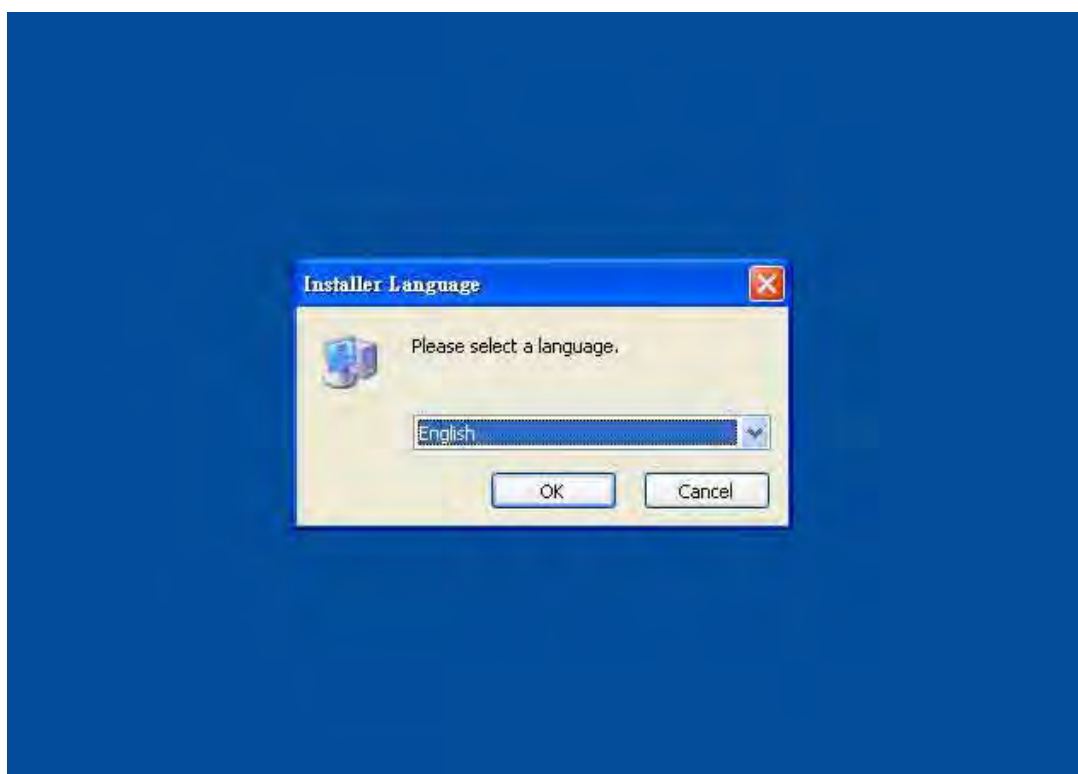

Fig. 3-1-2 Selecione o idioma
Passo 2: Execute **setup.exe** na barra de tarefas do Windows clicando em “**Iniciar**” > “**Executar**”. Após pressionar **OK**, o sistema irá iniciar automaticamente a instalação e você terá a seguinte caixa de diálogo para selecionar o idioma desejado (Fig. 3-1-2).